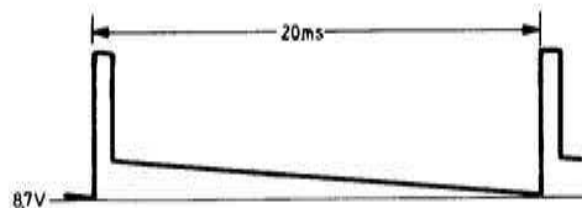
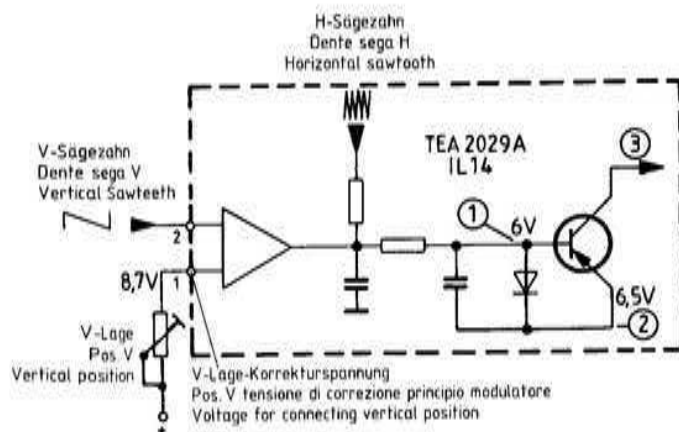
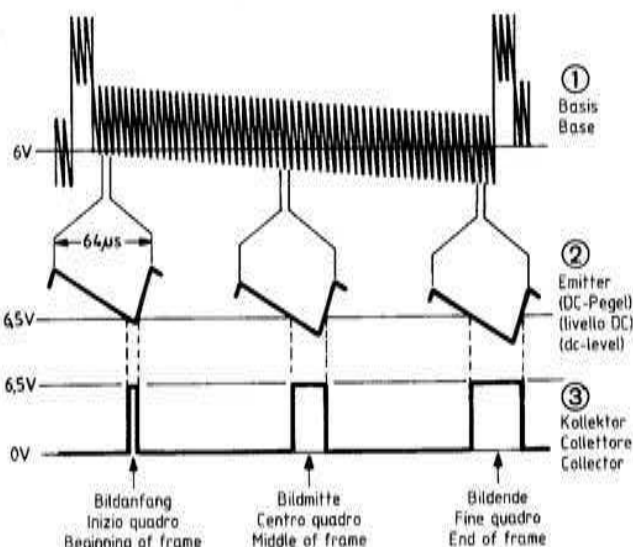

Fig. 19
Fig. 21
Fig. 22
- Vertikalsägezahn (Fig. 19),
- Vertikallagekorrekturspannung an Pin 1 IL 14 (Fig. 21).
Fig. 21 zeigt die Prinzipdarstellung des IC-internen Differenzverstärkers und Modulators. Den Fig. 19 und 20 sind die dazugehörigen Signale zu entnehmen. Dem Differenzverstärker wird an Pin 1 die V-Lage-Korrekturspannung und an Pin 2 der Vertikal-Sägezahn zugeführt. Am Ausgang des Differenzverstärkers liegt nun der Vertikal-Sägezahn, dessen unterlegte DC-Spannung mit dem V-Lagepotentiometer einstellbar ist. Dem Vertikalsägezahn überlagert ist eine IC-intern zugeführte horizontalfrequente Sägezahnspannung. Diese steuert den Schalttransistor (Fig. 22).
Dalle fig. 19 e 20 si possono dedurre i rispettivi segnali. All'amplificatore differenza viene collegata al Pin 1 la tensione per la correzione della posizione verticale, mentre al Pin 2 il dente di sega verticale.
Questa pilota il transistor di commutazione Fig. 22.
A schematic representation of the IC-internal differential amplifier and modulator is shown in figure 21. The associated signals are illustrated in figures 19 and 20. The vertical-position correcting voltage is fed to pin 1 of the differential amplifier, and the vertical sawtooth to pin 2. The vertical sawtooth is now present at the output of the differential amplifier; its underlying direct voltage can be adjusted by means of the vertical position potentiometer. A sawtooth voltage supplied at the horizontal frequency within the IC is superimposed on the vertical sawtooth. It controls the switching transistor (figure 22).